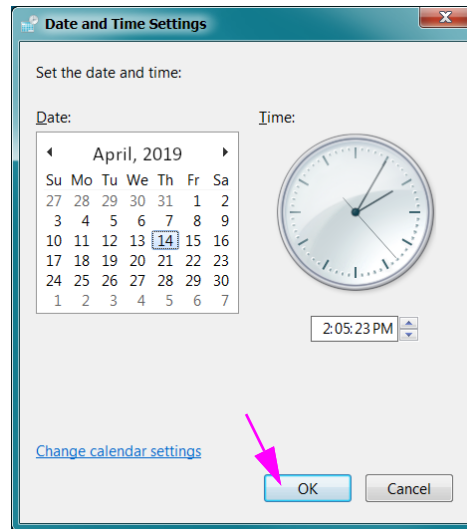

Figura 2-32. Finestra di dialogo Date and Time Settings (Impostazioni di data e ora)
2. Fare clic sul pulsante **Change Date and Time... (Modifica data e ora...)**. Viene visualizzata la finestra di dialogo Date and Time Settings (Impostazioni di data e ora). Vedere la Figura 2-32.